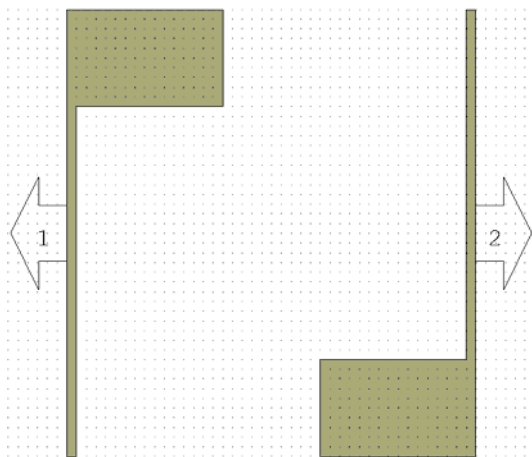

Рис. 3.57
4. Повторите шаги с 1-го по 3-ий, чтобы поместить порт на противоположной стороне рисунка, но начните с верхнего правого угла и двигайте курсор к правому нижнему углу. Щёлкните мышкой на свободном пространстве окна, чтобы снять выделение порта. Полученная топология показана на рис. 3.57.